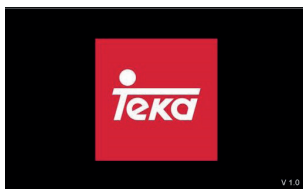
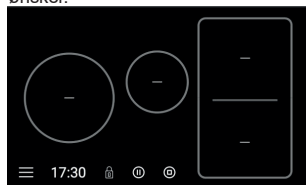

fig. 3
fig. 4
- 1 Trykk på av/på-sensoren ① (1) minst i et sekund. Av/på-indikatoren (3) lyser da opp og blinker, noe som viser at prosessen med å slå på platetoppen er igangsatt. Tekka-logoen blir synlig på berøringsskjermen (fig. 3). Når prosessen er fullført vil man få tilgang til "hovedskjermen" (fig. 4).
Når "hovedskjermen" er aktivert (fig. 4), kan man slå på platene man ønsker.
Fra "hovedskjermen" (fig. 4) er det mulig å koble fra alle platene samtidig av ved hjelp av ikonet for å slå av .